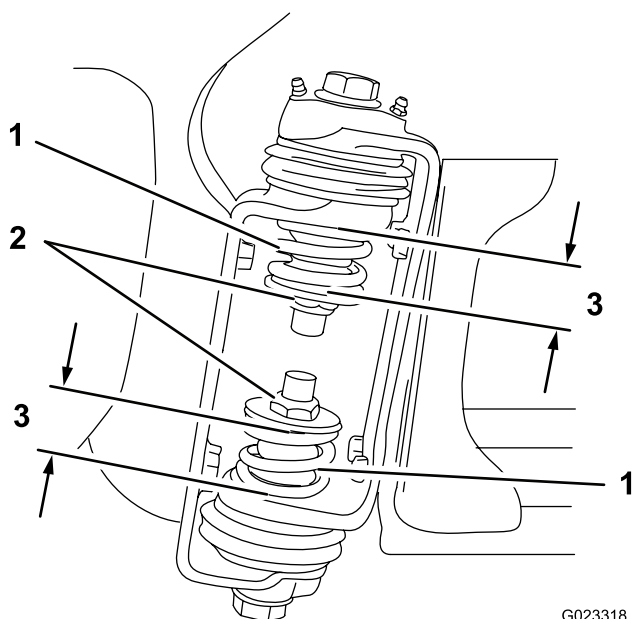

Figura 16
2. Na dobradiça da rampa, meça a compressão das molas superior e inferior enquanto as rampas estão na sua posição estendida (Figura 16).